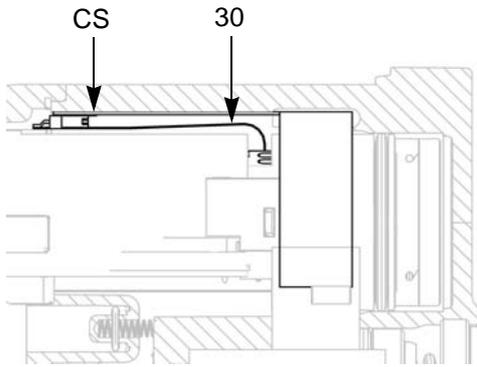

FIG. 26 . Raccordement du circuit flexible
8. Introduire l'alimentation électrique/la turbine dans le corps du pistolet (10). Assurez-vous que les barrettes de terre (EE) sont bien en contact avec le corps.
**Pour les modèles Smart uniquement :** alignez le connecteur du circuit flexible à 6 broches (30) avec la prise (CS) en haut du corps du pistolet. Consultez la FIGURE 26.